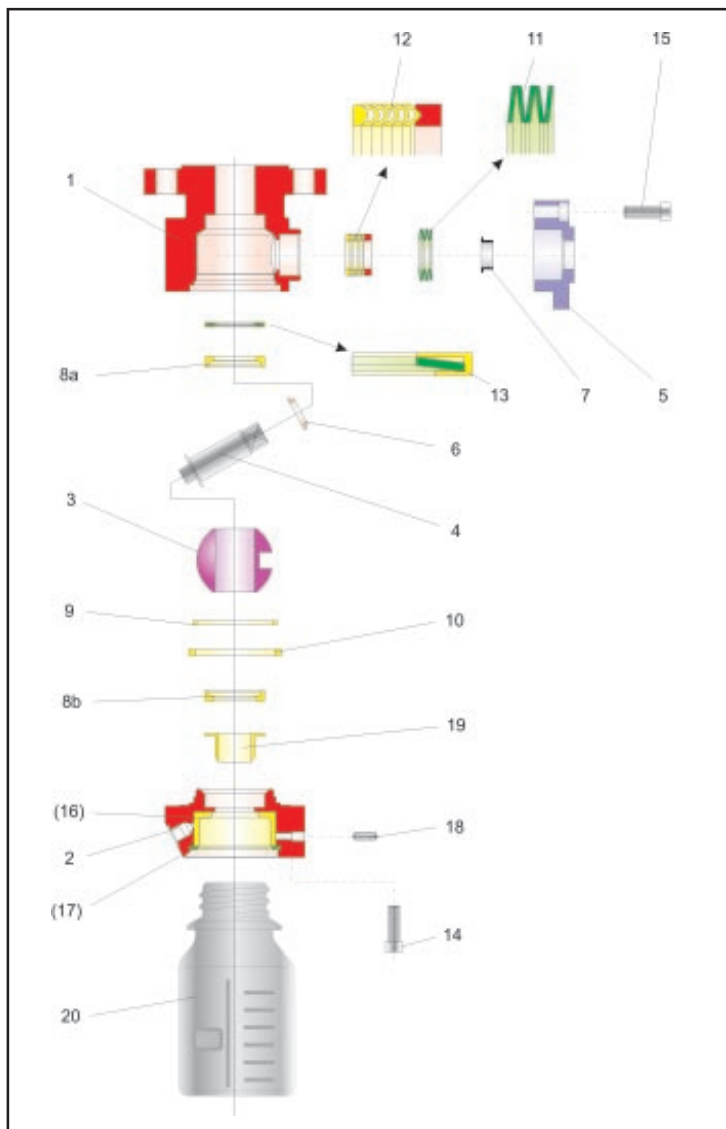

Bild 3 - Explosionszeichnung des Probenehmerhahns BR 27k
Hinweis: Die in der Explosionszeichnung (Bild 3) dargestellte Lage und Anordnung der Einzelteile ist bei der Montage einzuhalten.
Die Montage beginnt beim Grundgehäuse (1). Die ummantelte Tellerfeder (13) wird in das Grundgehäuse (1) eingelegt. Die Einbaulage der Tellerfeder ist der Zeichnung (Bild 3) zu entnehmen.
Die Anordnung der V-Ringe sind der Explosionszeichnung (Bild 3) zu entnehmen.
Auf die Packung wird nun der Tellerfedersatz (11) gelegt. Auch die Anordnung der Tellerfedern sind der Explosionszeichnung (Bild 3) zu entnehmen.